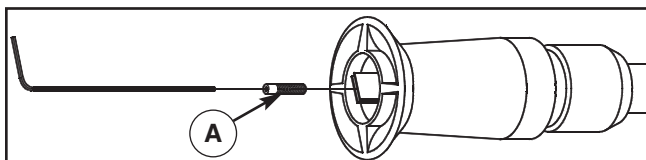

Figura 17 — Remover la boquilla
- Remueva la boquilla del extremo de la extensión de la boquilla. Separe la extensión de la boquilla, de la pistola rociadora. Gire la boquilla en dirección de las agujas del reloj, a la posición "stream" (chorro). Usando un Allen de 2mm (5/64), remueva la boquilla (A) del extremo de la extensión de la boquilla (Figura 17).